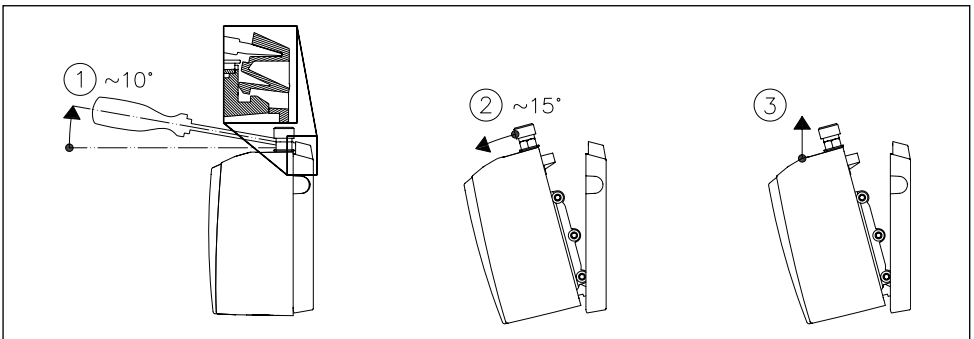

Abb. 17: »Gerät von Wandhalter trennen KDU«
- b. KDU: Stecken Sie zum Lösen des Gerätes eine breite Schraubendreherspitze bis zum Anschlag in die Wandhalterverriegelung zwischen den Wasseranschlussstücken und drücken Sie die Verriegelung leicht nach oben. Kippen Sie das Gerät maximal 15° nach vorne und entnehmen Sie es nach oben (siehe Abb. 17).